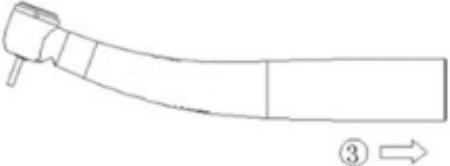

Fig. 6-11
- Aparafuse o acoplamento LED no tubo da turbina (Fig. 6-11①).
- Aperte manualmente a tampa rosada do tubo da turbina (Fig. 6-11②).
- Monte o dispositivo médico com precisão no acoplamento LED até que este fique bloqueado no dispositivo médico emitindo um ruído (Fig. 6-11③).